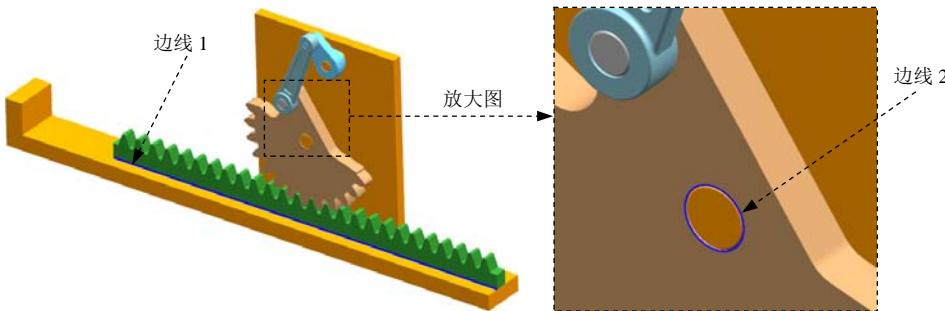

图 8.5.2 定义运动副
Step10. 定义连杆 2 中的滑动副。选择下拉菜单 **插入(S)** → **运动副(I)...** 命令，系统弹出“运动副”对话框；在“运动副”对话框 **定义** 选项卡的 **类型** 下拉列表中选择  **滑动副** 选项；在模型中选取图 8.5.2 所示的边线 1 为参考，系统自动选择连杆和原点；在 **操作** 区域的 **方位类型** 下拉列表中选择 **矢量** 选项，在矢量下拉列表中选择  **YC** 选项。
Step11. 定义连杆 3 中的旋转副。选择下拉菜单 **插入(S)** → **运动副(I)...** 命令，系统弹出“运动副”对话框；在“运动副”对话框 **定义** 选项卡的 **类型** 下拉列表中选择  **旋转副** 选项；在模型中选取图 8.5.2 所示的边线 2 为参考，系统自动选择连杆、原点及矢量方向；单击 **确定** 按钮，完成旋转副的创建。